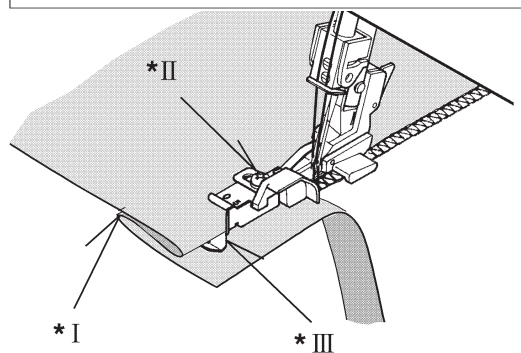
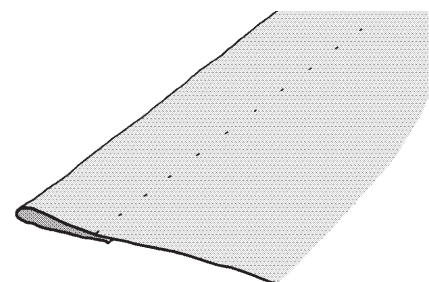

Fig. 2
Fig. 3
2. Posizionare il lavoro sotto il piedino, con il rovescio rivolto in alto. Inserire il bordo piegato nella guida frontale del piedino ed abbassare il piedino. Eseguire una prova di cucito su un ritaglio della stessa stoffa del progetto e regolare la guida in modo, che l'ago penetri appena la piega dell'orlo. Usare per la regolazione la piccola vite sopra il piedino (fig.2).
3. Cucire l'orlo. La stoffa in eccesso viene tagliata (fig.2). Al termine della cucitura aprire la piega e stirare la cucitura. I punti della cucitura sono appena visibili sul diritto della stoffa (fig. 3).